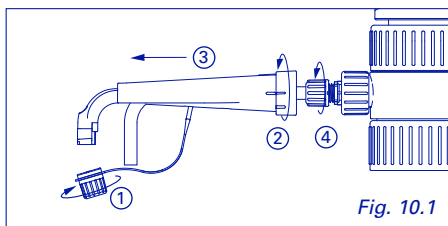
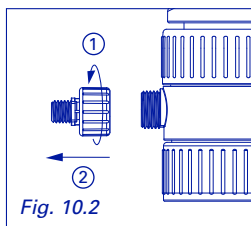

Fig. 10.1
Fig. 10.2
- 1 Smontare il beccuccio erogatore (Fig. 10.1), quindi il raccordo del beccuccio (Fig. 10.2) e conservarlo per un uso futuro.
- 1 Retirar la boquilla (Fig. 10.1) y después la conexión de la boquilla (Fig. 10.2); conservarlas para un futuro uso.
- 1 Retirar o bico (Fig. 10.1) e depois a ligação do bico (Fig. 10.2), guardar para utilização futura.